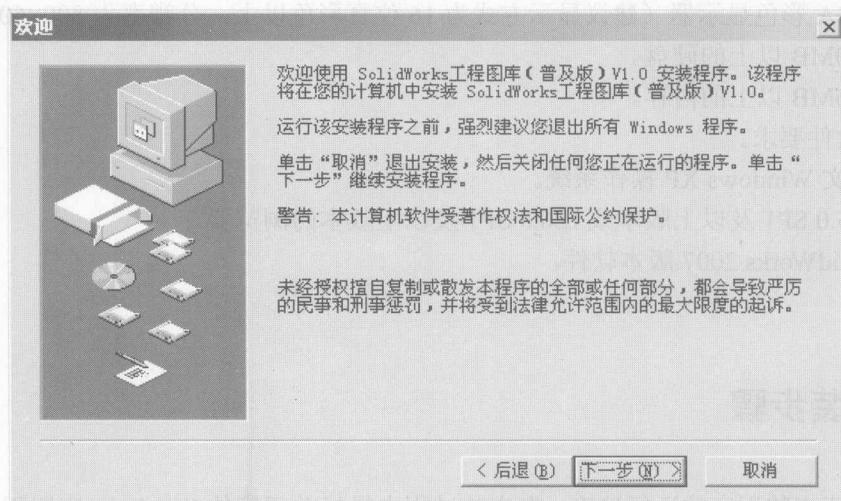

图 1-2 “欢迎”界面
(3) 单击“下一步”按钮，显示“欢迎”界面，如图 1-2 所示，包括安装时应退出其他的 Windows 应用程序，以及版权保护范围等内容。